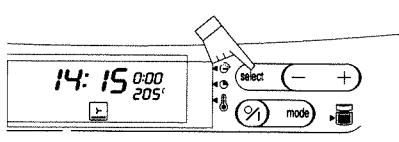
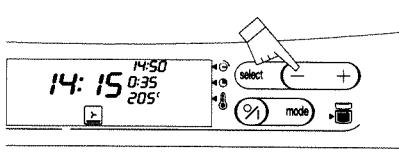

Fig. 6
Fig. 7
3. Modifiez la température (de 5°C en 5°C), si nécessaire, en appuyant sur la touche 1 fois (fig. 6) et sur les touches (fig. 7).